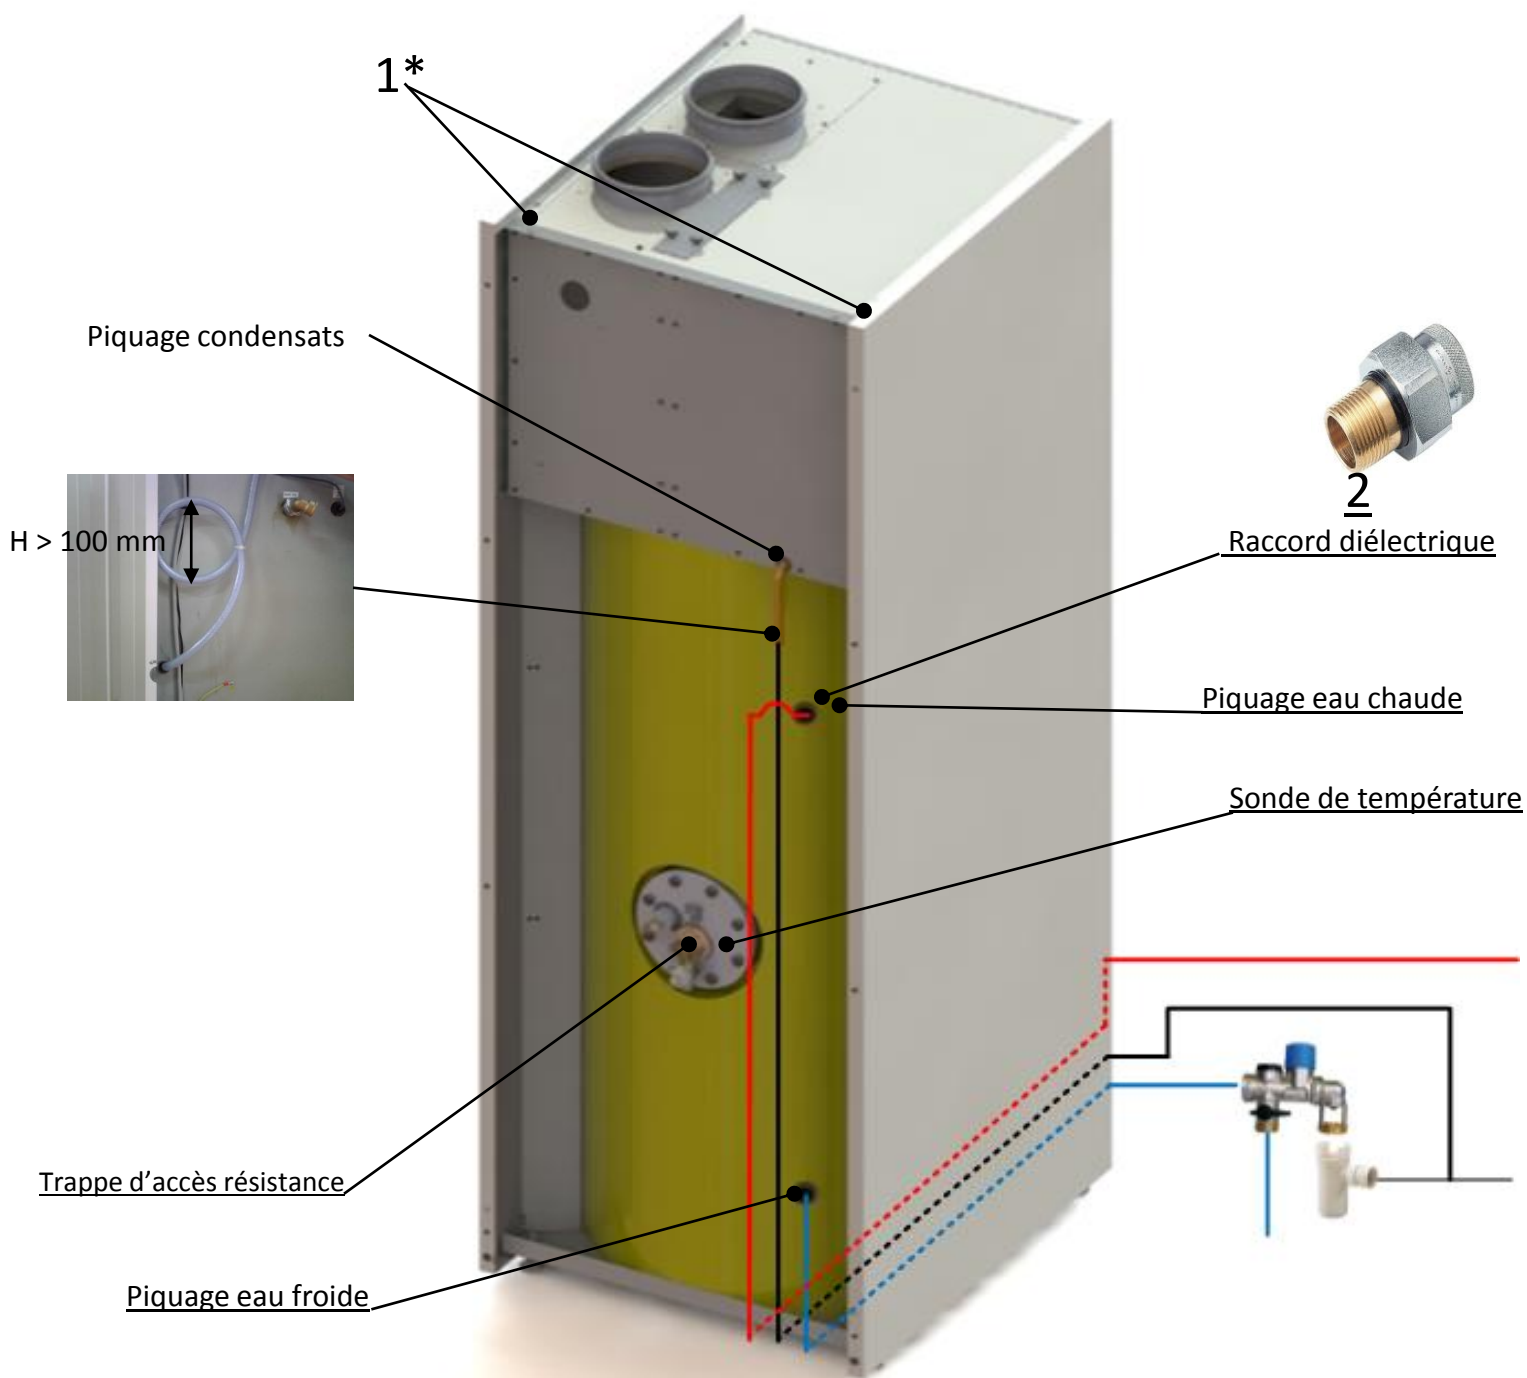

Fig. 7: Raccordement hydraulique CETHEO
- Effectuer une boucle (siphon) à l'aide du tube souple comme indiqué sur la figure 7.